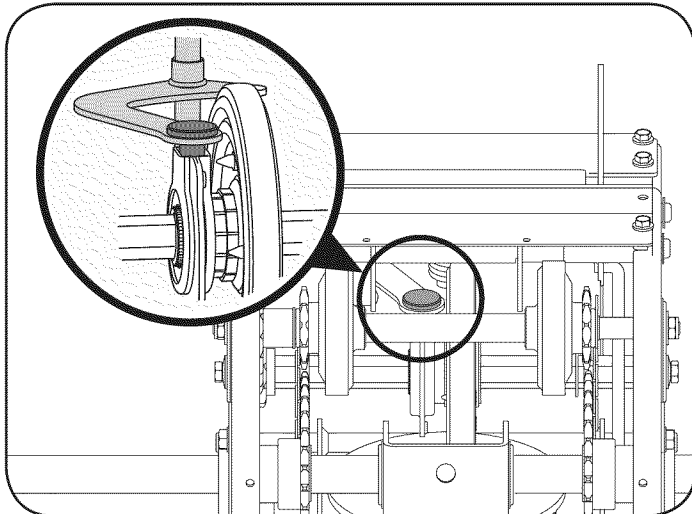

Figura 37
9. Reposicionar el montaje de la rueda de fricción en la nieve lanzador marco. Inserte el pasador del selector de velocidad de brazo de montaje en la rueda de fricción de reunión y de mantener en la posición de montaje. Consulte la Figura 37.